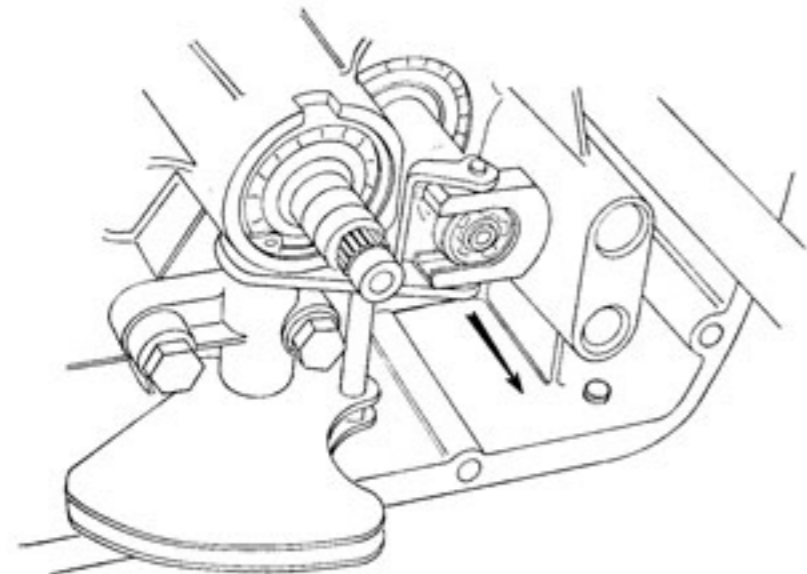

Fig. 2
- Dévisser le contre-écrou de l'excentrique (clé plate de 19, fig. 2).